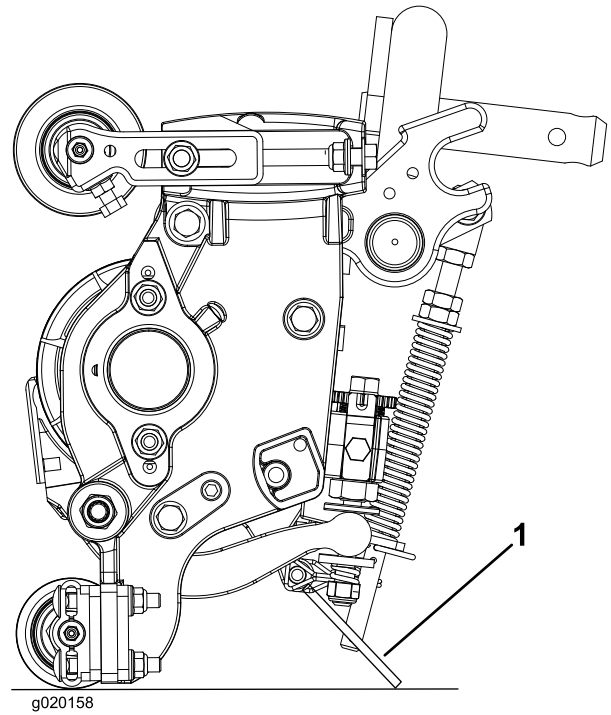

**Figure 18**
7. Vissez le boulon dans l'autre bras du support du loquet pour bloquer le loquet en position (Figure 18).